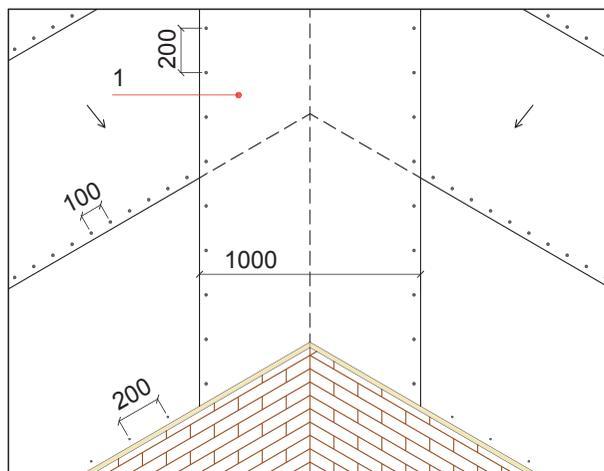

Рис. 4
1.5.1. Для гидроизоляции ендовы используется два вида ковров. Ендовый ковер ICOPAL Pinta Ultra, соответствующий цвету гибкой черепицы, используется в качестве верхнего ковра, дополнительный слой подкладочного ковра ICOPAL K-EL/FEL'X – в качестве нижнего. Предварительно подкладочные ковры, подходящие к ендове от скатов, на стыке обрезаются в направлении вдоль ендовы. Подкладочный ковер ICOPAL K-EL/FEL'X укладывается вдоль оси ендовы и крепится к основанию кровельными гвоздями с интервалом 200 мм. Pinta Ultra укладывается вдоль оси ендовы, края рулона крепятся кровельными гвоздями с интервалом 100 мм (Рис.4).